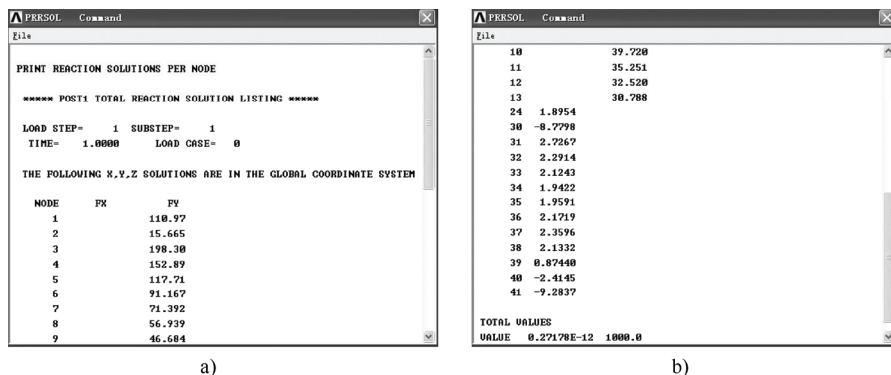

图 7-15 支反力结果显示
② 技巧: 以上 3 图均采用 1/2 屏幕显示, 用户可通过执行 Utility Menu | PlotCtrls | Multi-Window Layout 命令实现该功能。
4) 选择 Main Menu | General Postproc | List Results | Reaction Solu 命令, 出现 List Reaction Solution 对话框, 在 Lab Item to be listed 列表框中选择 All items, 单击 OK 按钮, ANSYS 将显示支反力结果, 如图 7-15 所示。